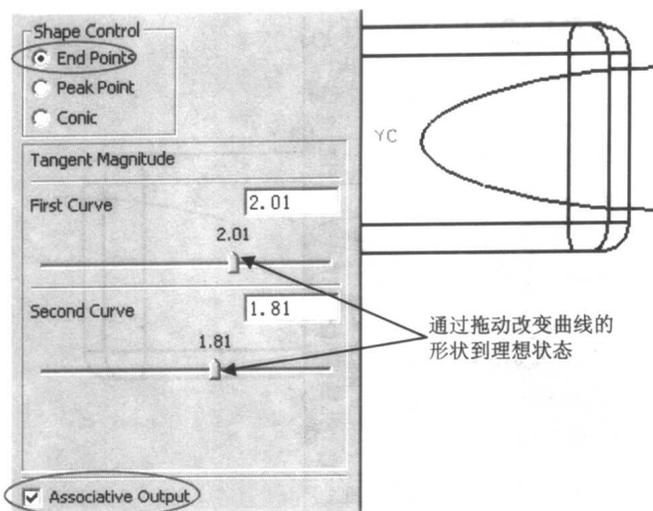

图 1-14 桥接曲线
(4) 利用 Curves→Bridge Curve 生成桥接曲线，如图 1-14 所示。